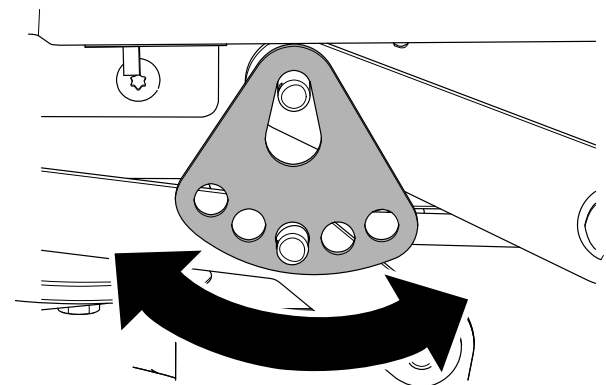

Figure 74
8. Remettez en place la rondelle et la goupille fendue (Figure 74).